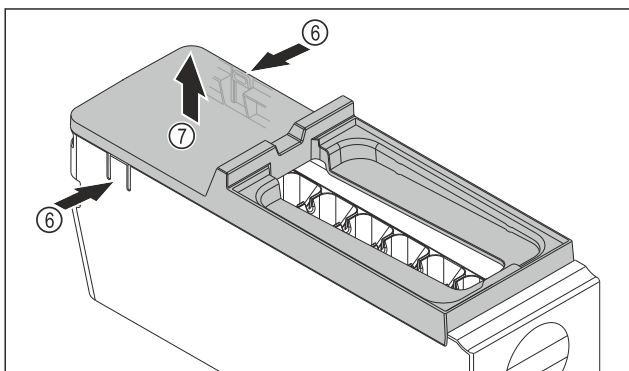

Fig. 97
- Odstráňte kryt korpusu EasyTwist-Ice: strmene Fig. 97 (6) na oboch stranách korpusu EasyTwist-Ice zatlačte rukou.
- Kryt Fig. 97 (7) odoberte druhou rukou smerom nahor.